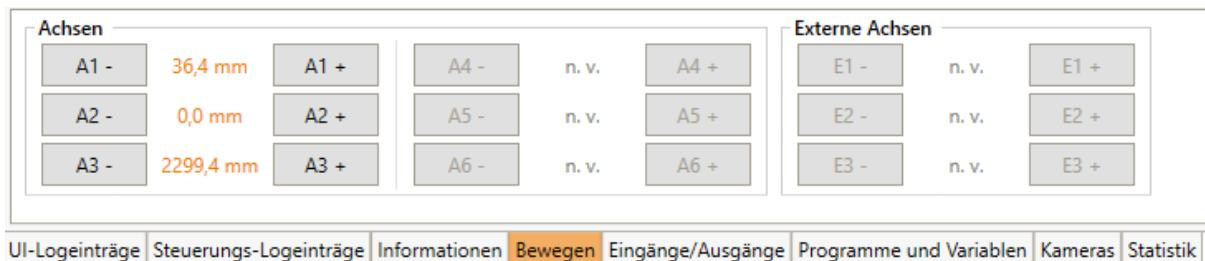

Abbildung 17: Die Softwareschaltflächen für "Achse"-Bewegungen. In beiden kartesischen Modi wechseln die Schaltflächen auf X, Y, Z, A, B und C.
- "Achse": Ein Klick auf A1 bis A6 bewegt die entsprechende Roboterachse (falls vorhanden). E1 - E3 bewegen die externen Gelenke. Dies können lineare oder Rotationsachsen sein (Abb. 17).